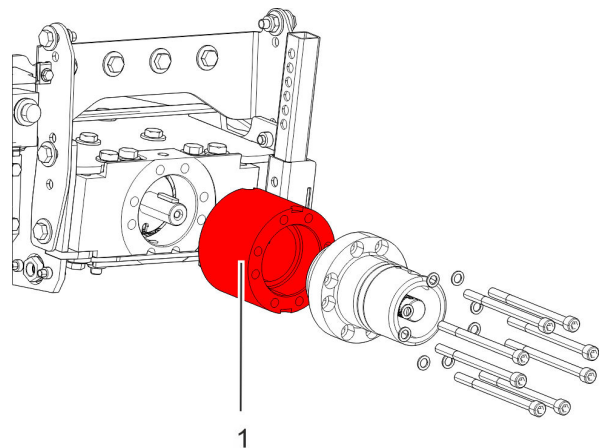

Abb. 39: Anbaustutzen mit Verlängerung
2. ▶ Anbaustutzen und Verlängerung (Abb. 39/1) demontieren.